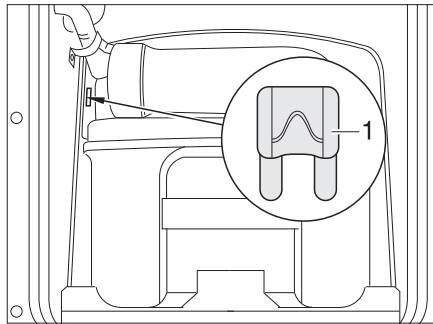
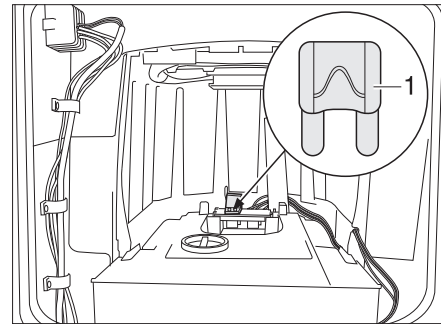

Fig. 287 Fusible des toilettes Thetford
Fig. 288 Fusible des toilettes Thetford (alternative)
- Changer le fusible (Fig. 287,1 ou. Fig. 288,1).